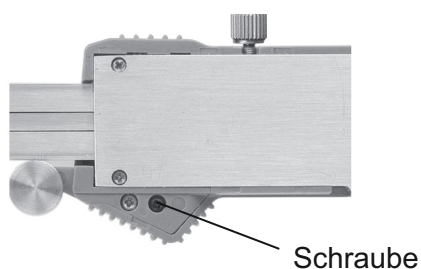

Abb. 1
- » Schraube lösen und Batteriefachabdeckung entfernen (Abb. 1).